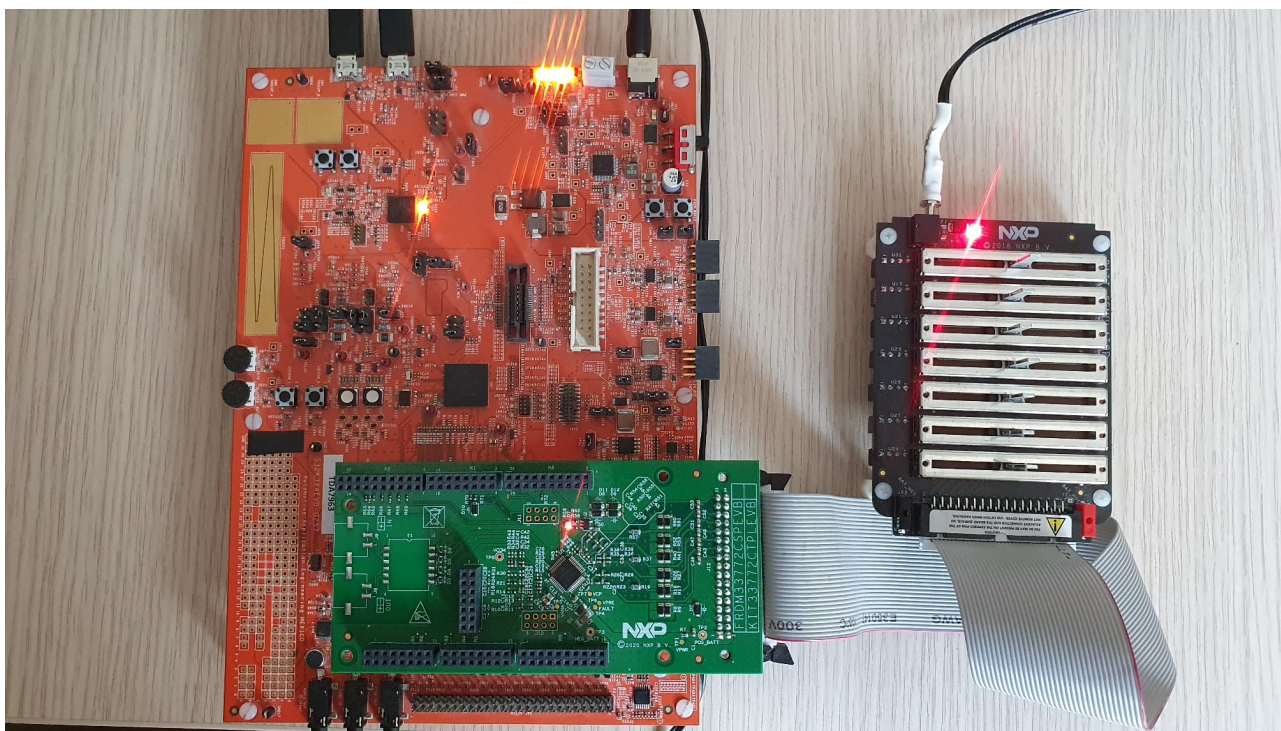

Figura 1: Sistemul HW folosit
**Obiectivele proiectului:** Scopul proiectului a fost dezvoltarea unui sistem de monitorizare și gestionare pentru aplicațiile care folosesc baterii Li-Ion de tensiuni joase. Pentru realizarea acestei cerințe au fost folosite componente puse la dispoziție de compania NXP Semiconductors, și anume microcontrollerul S32K344 și dispozitivul MC33772C integrate în sistemul prezentat în figura 1. Pentru aceasta, au fost implementate driverul care se ocupă de comunicația dintre microcontroller și dispozitivul BCC (Battery Cell Controller) prin interfața SPI, aplicația LVBMS (Low Voltage Battery Management System) care realizează funcțiile principale de monitorizare a celulelor și control și aplicația grafică realizată folosind mediul FreeMASTER care se conectează la sistem prin portul USB integrat unde este realizată conversia la protocolul UART.
În figura 1 se pot observa cele trei componente HW principale ce alcătuiesc sistemul dezvoltat. Placa de culoare portocalie este placa de dezvoltare S32K3X4EVb-Q257 ce conține microcontrollerul S32K344, placa de culoare verde este placa de dezvoltare FRDM33772CSPEVB ce conține integratul MC33772C în varianta SPI, iar ultima componentă este emulatorul de baterii BATT6-EMULATOR.